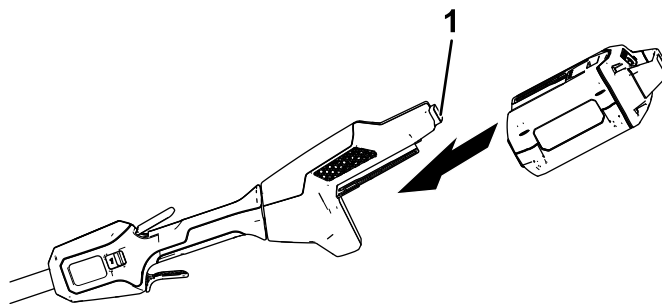

Figure 7
2. Aligned le creux de la batterie sur la languette du corps du manche (Figure 7).
3. Poussez la batterie dans le manche jusqu'à ce qu'elle s'enclenche dans le verrou (Figure 7).